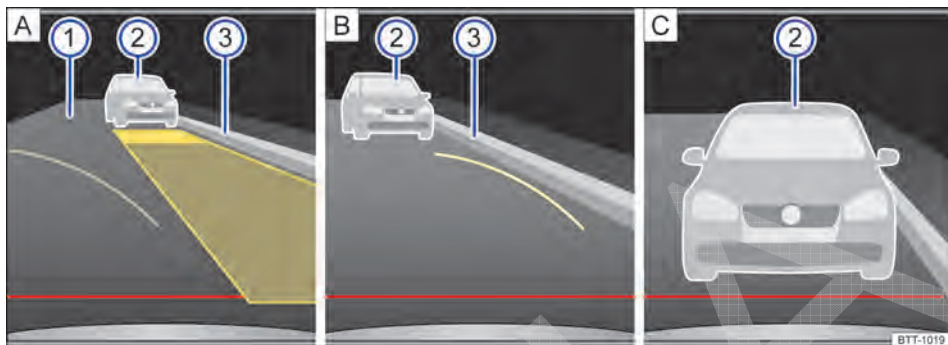

Fig. 187 Exibição do display do rádio ou do sistema de navegação: câmera de marcha à ré, modo 2.
Legenda para a representação esquemática Fig. 187:
5.	Se necessário, corrigir a posição o veículo, de modo que a superfície de auxílio amarela exibida coincida com a limitação lateral ③ da vaga selecionada (por exemplo, meio-fio) e termine antes de uma limitação traseira ②, por exemplo, um veículo estacionado ⇒ Fig. 187 A.
8.	Para o veículo quando a guia amarela curva encostar na limitação lateral ③ da vaga de estacionamento desejada B e girar o volante até o batente no sentido oposto.
9.	Continuar lentamente em marcha à ré até o veículo estar paralelo à pista ① na vaga de estacionamento.
10.	Parar o veículo o mais tardar ao atingir a guia vermelha horizontal de limitação traseira, por exemplo, veículo estacionado ② C .